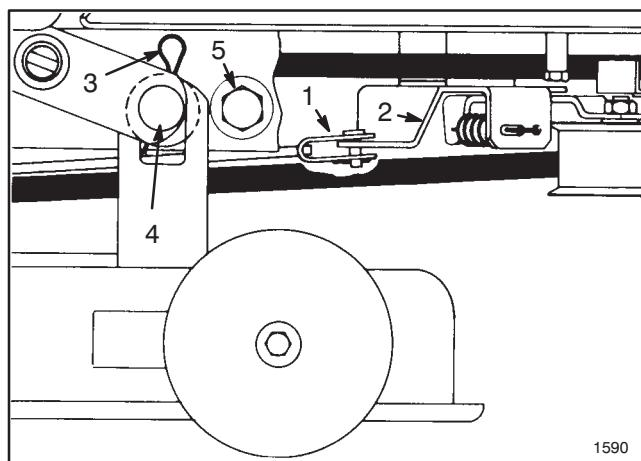

Figure 17
9. Retirer la goupille fendue et l'axe de chape rattachant la tige de frein de l'unité de coupe au support de la poulie de renvoi (Fig. 17).
10. Retirer les 2 goupilles en épingle à cheveux et les rondelles rattachant le carter de tondeuse aux axes d'assemblage (Fig. 17). Saisir le carter de tondeuse et le déplacer latéralement pour le dégager des axes, puis vers l'avant pour laisser descendre les supports avant.
5. Retirer les boulons, pièces d'arrêt et contre-écrous rattachant les butées de l'unité de coupe de chaque côté du châssis de la tondeuse (Fig. 17). Glisser le carter de tondeuse vers l'arrière pour relâcher la tension de la courroie.